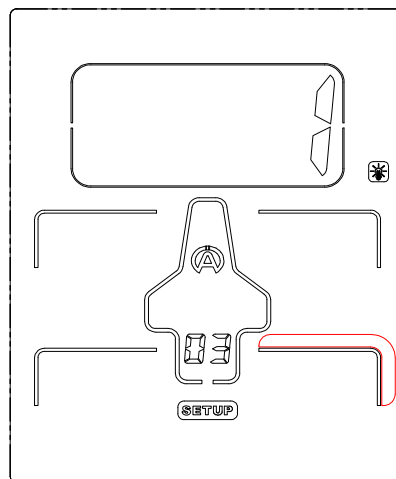

Abbildung 14
- 4) Zur Bestätigung der Auswahl drücken Sie die mittlere Taste  (Abbildung 14).